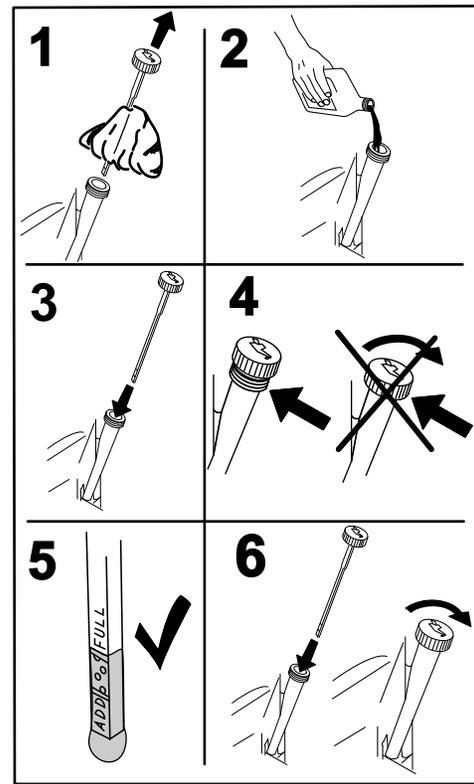

Bild 41
4. Nehmen Sie den Peilstab heraus und wischen Sie ihn mit einem sauberen Lappen ab (Bild 41).